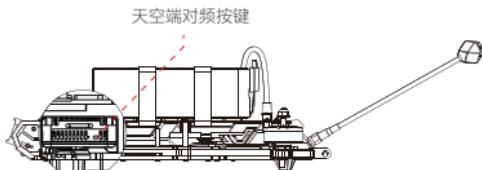

图 1-2
- ① 分别给飞行器与飞行眼镜通电。
- ② 通电后，按下天空端对频按键 [ 图 1-2 ]，天空端对频状态指示灯红灯闪烁。